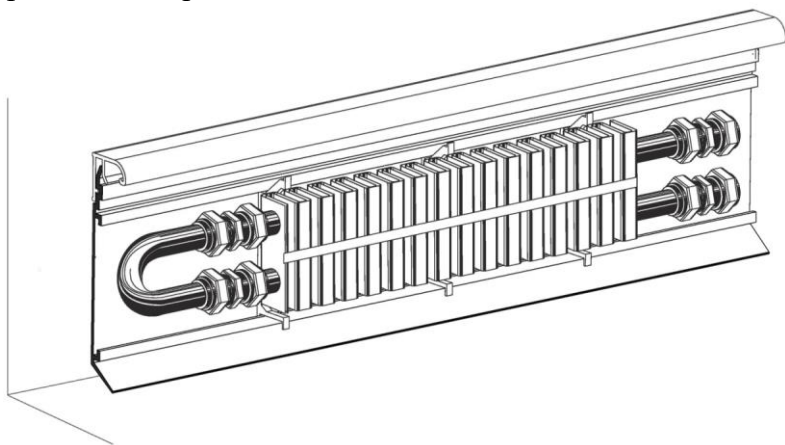

Рис.6
10. Установить поворотные элементы 180° в конце каждого контура для соединения верхней и нижней трубок греющего модуля Рис.6;